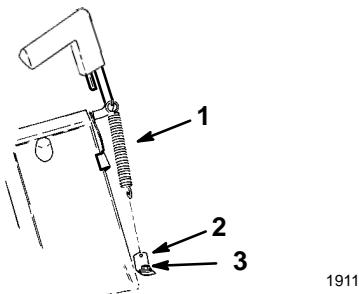
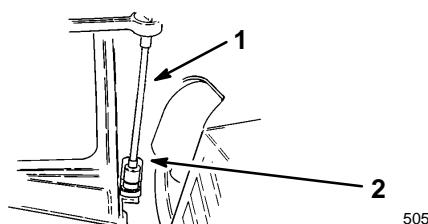

Figure 3
Figure 4
5. Fixer l'ancrage du ressort et le coin avant gauche du conduit d'éjection au carter de tondeuse à l'aide du quatrième boulon (Fig. 3). Utiliser une allonge de clé à douille si nécessaire (Fig. 4).
6. Accrocher l'extrémité du ressort dans le petit trou de l'ancrage (Fig. 3).